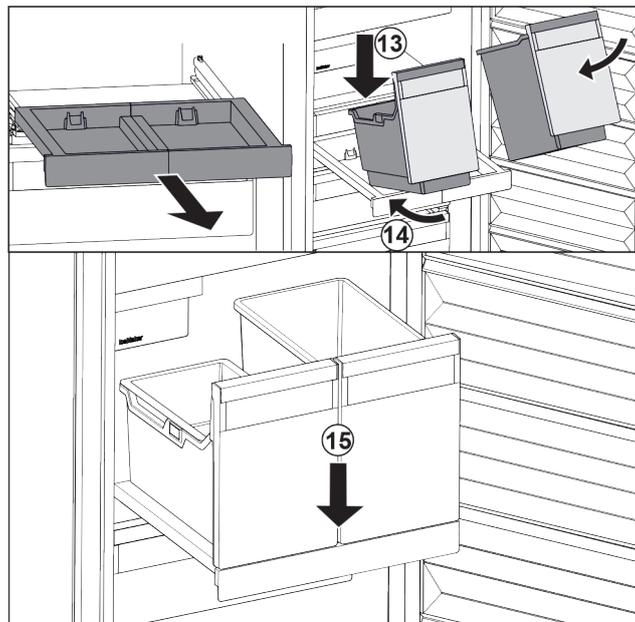

Fig. 110
- Applicare i contenitori in modo inclinato sul ripiano estraibile. Fig. 110 (13)
- Inserire il contenitore in modo inclinato verso la parte posteriore. Fig. 110 (14)
- Abbassare il contenitore nella parte anteriore. Fig. 110 (15)